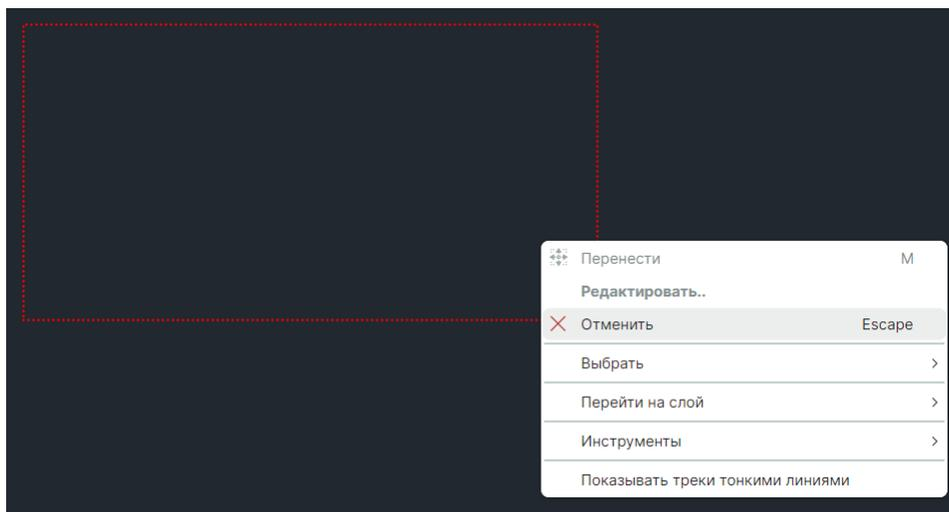

Рис. 426 Завершение работы инструмента
6. Для завершения работы инструмента «Разместить область металлизации» в контекстном меню выберите «Отменить», см. Рис. 426.